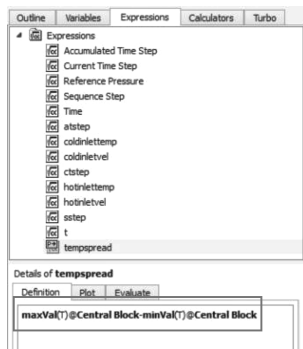

图 12-58 表达式参数化
(3) 创建表达式：在工具栏中单击表达式图标 ，从弹出的插入表达式对话框中输入 tempspread，单击【OK】确定，在窗口左侧表达定义窗口中输入 maxVal (T) @ Central Block-minVal (T) @ Central Block，然后单击【Apply】，表达式创建完成。
(4) 在导航树上单击【Expressions】，右键单击【tempspread】，从弹出的快捷菜单中单击【Use as Workbench Output Parameter】，可以看到函数图标多了个“P”字，如图 12-58 所示。